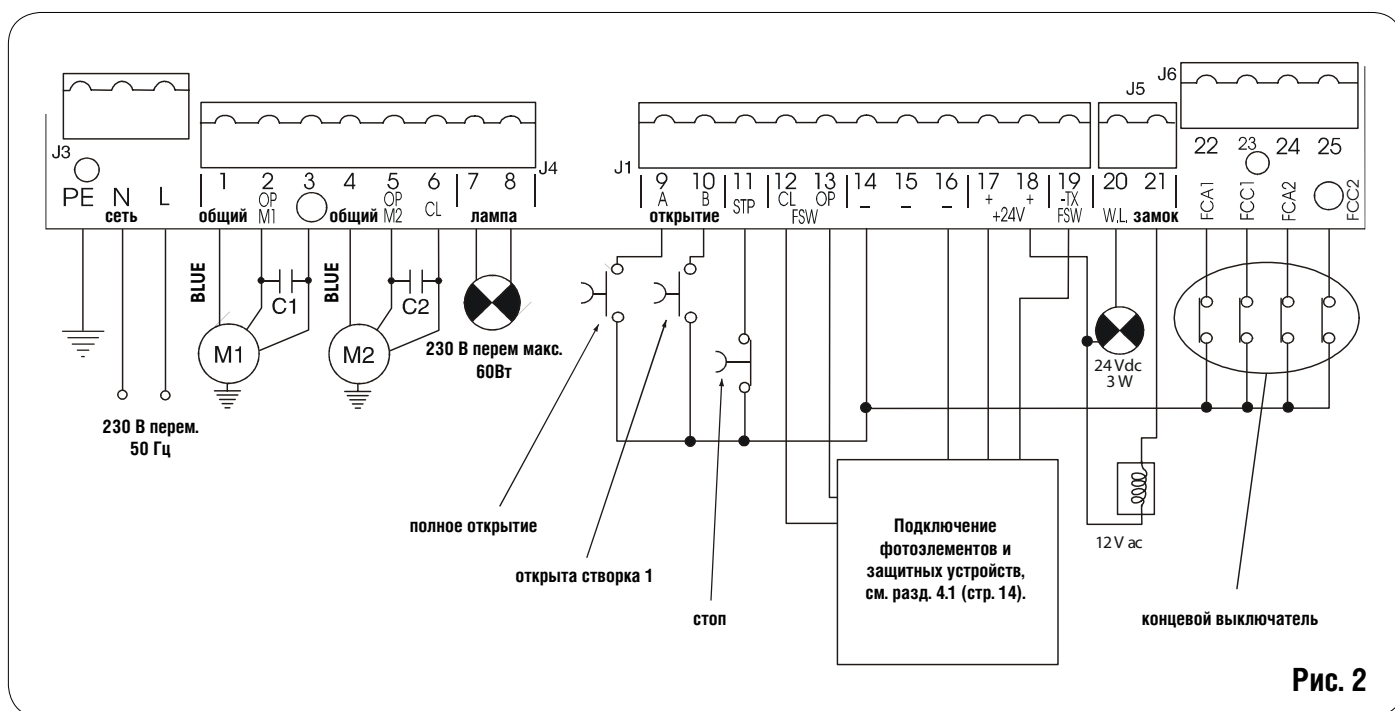

Рис. 2
Подсоедините провод заземления к соответствующей клемме на колодке J3 платы управления (см.рис.2).
**4.4. Разъем J1 на блоке управления служит для подключения аксессуаров.(Рис.2)**
**4.5. Разъем J5 на блоке управления служит для подключения светового индикатора и электронного замка. (Рис.2)**